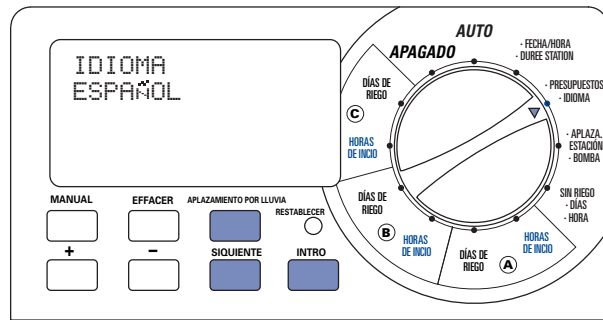

Ilustración 3: Selección del idioma en la pantalla LCD
3. Pulse el botón **SIGUIENTE** hasta que encuentre el idioma deseado [Ilustración 3].